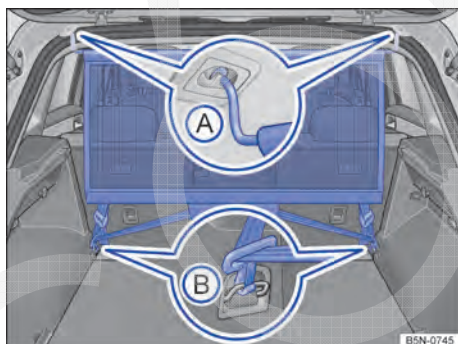
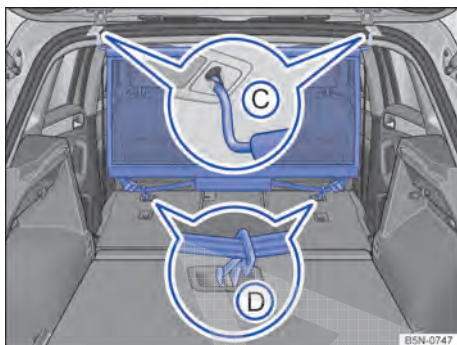

Fig. 216 No compartimento de bagagem: pendurar a rede divisória.
Fig. 217 No compartimento de bagagem: remover a rede divisória.
- Prender a rede divisória no alojamento traseiro esquerdo no teto → Fig. 216 A.
- Prender a rede divisória no alojamento dianteiro esquerdo no teto → Fig. 217 A.
- Desencaixar os ganchos de suporte da rede divisória dos olhais de amarração ou dos alojamentos → Fig. 216 **(B)** ou → Fig. 217 **(D)**.
- Desprender a rede divisória do alojamento direito no teto → Fig. 216 **(A)** e → Fig. 217 **(C)** pressionando a barra transversal.